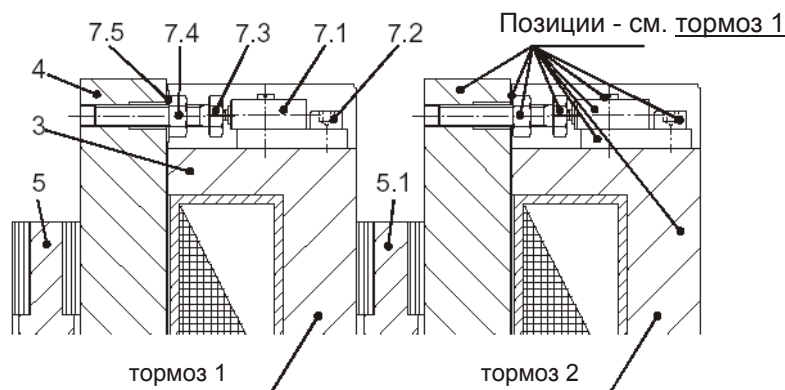

Рис. 11
Контроль зазора (7) - рисунок 11 (в зависимости от типа)
Монтаж и настройка в зависимости от тормозной цепи (выполняется на заводе - рисунок 11)